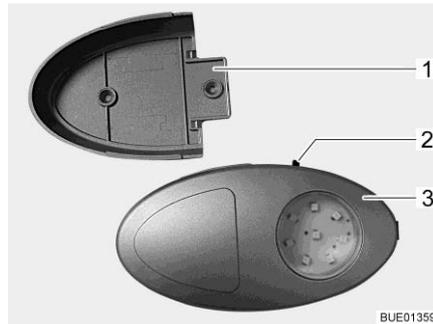

Fig. 50 Eclairage de la penderie/lampe de poche
- ▷ Il est possible d'extraire l'éclairage de la penderie de son support vissé (Fig. 50,1) et de l'utiliser comme lampe de poche.
Le bouton Marche/Arrêt (Fig. 50,2) se trouve directement sur l'éclairage de la penderie (Fig. 50,3).